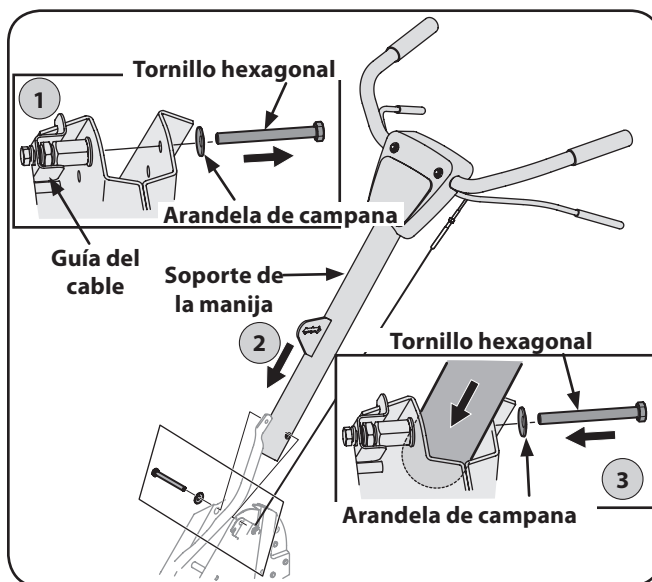

Figura 3-3
3. Retire el tornillo hexagonal y la arandela campana del lado derecho del bastidor. Sostenga la ménsula de la guía del cable del lado izquierdo del bastidor ya que se caerá al quitar el perno. Paso 1 en la Figura 3-3.
4. Inserte la manija en el bastidor de la cultivadora según se muestra. Paso 2 en la Figura 3-3.
5. Inserte el perno a través de la arandela cónica, el bastidor, la manija y dentro de la ménsula de guía del cable (observe que la muesca de la ménsula de la guía del cable pasa por encima de la brida sobre el bastidor). Paso 3 en la Figura 3-3.